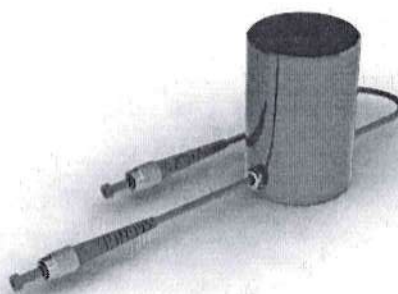

Рисунок 1 — Внешний вид датчика
2.2.1 Производить монтаж шпильки ГОСТ Р 55738-2013 – РТ М5 × 10 конденсаторной сваркой согласно ДСАЕ.441164.002 МЧ рис. 1 (взамен допускается использовать шпильку ГОСТ Р 55738-2013 – PS М5 × 10).